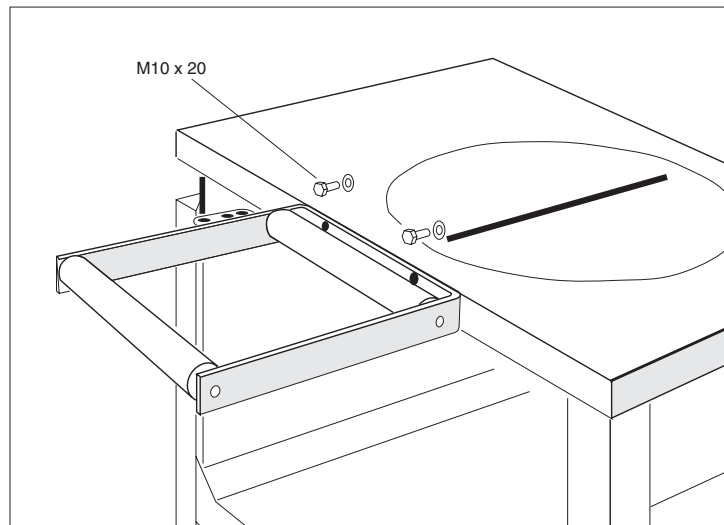

Fig. 5
- Stötterull festes til sagen med skruer (M10 x 20). Se fig. 5.